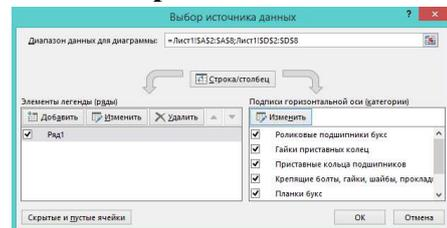

Рисунок 5 – Подписи оси OX
10. В открывшемся диалоговом окне **Выбор источника данных** (рисунок 5) нажимаем **Подписи горизонтальной оси - Изменить**. В окне **Изменение ряда** в качестве значений X выбираем диапазон A2:A8